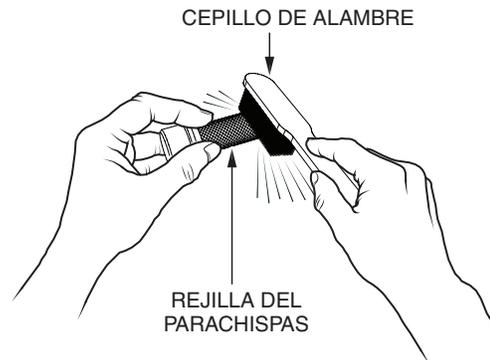

Figura 30. Limpieza del parachispas
4. Elimine cuidadosamente los depósitos de carbón de la rejilla del parachispas (Figura 30) con un cepillo de alambre.